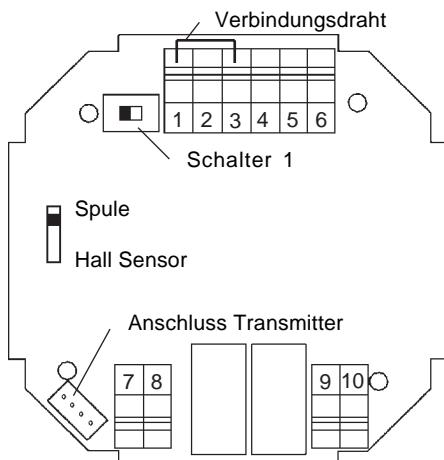
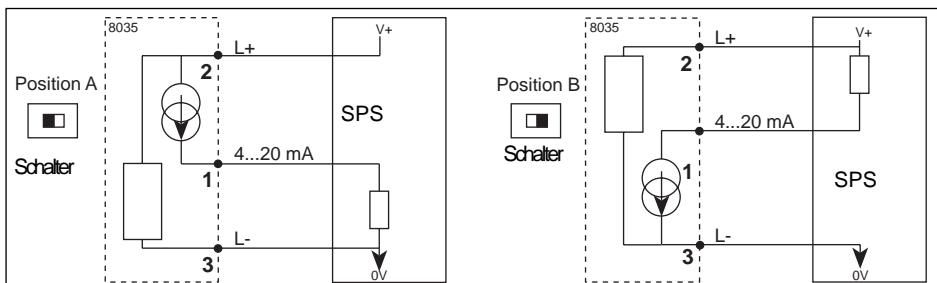

Fig. 3.6 Anschlussbelegung 8035 mit Relais
Fig. 3.7 Anschluss an eine SPS
Zuerst den Deckel abnehmen, das Kabel durch die PG 13,5 führen und gemäss Anschlussbelegung (Fig. 3.6) beschalten.
**Hinweis:** Anschluss an eine SPS. Entsprechend der SPS Ausführung muss der Schalter 1 auf der Platine in Position A oder B gestellt werden (siehe Fig. 3.6 und Fig. 3.7). In diesem Fall muss der Verbindungsdrat (siehe Fig. 3.6) entfernt werden.
**!** Wird der Stromausgang 4...20 mA nicht verwendet, muss er an den Pol 0V, mit Schalter 1 in Position A, angeschlossen werden. Hierzu dient der Verbindungsdrat (Fig. 3.6).